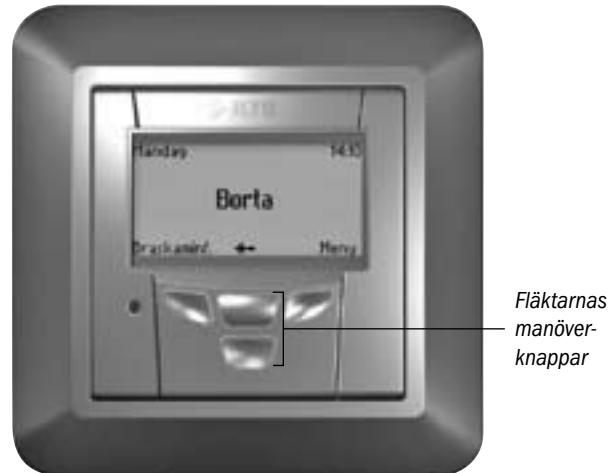

Bild 1.
1. Starta ventilationsanordningen och ställ in ventilationseffekten från manöverpanelen (bild 1) med fläktarnas manöverknappar (+ och -). I normal drift ska ventilationseffekten vara inställd på läge Hemma. Innan aggregatet startas, kontrollera att det inte finns till exempel kondensvattnen som samlats under lagringen.